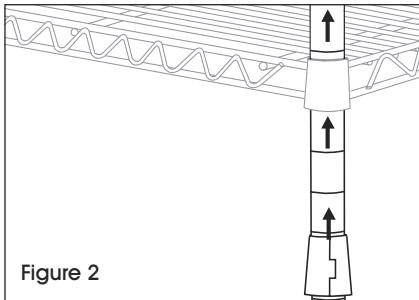

Figure 2
2. Insérez les montants par le dessous de la tablette jusqu'à ce que la tablette repose fermement sur les supports. (Voir Figure 2)